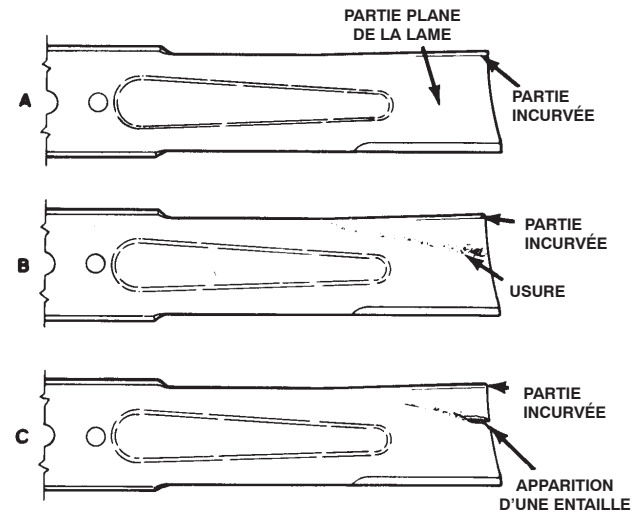

Figure 27
2. Examinez attentivement les tranchants de la lame, particulièrement au point de rencontre des parties plane et incurvée (Fig. 27-A). Le sable et les matières abrasives peuvent éroder le métal à cet endroit, c'est pourquoi il est important de contrôler l'état de la lame avant d'utiliser la machine. Si vous constatez de l'usure (Fig. 27-B), remplacez la lame ; voir Dépose de la lame, page 23.
Si la lame est trop usée, une entaille se forme entre la partie incurvée et la partie plane (Fig. 27-C). La lame risque alors de se briser et un morceau peut être projeté du dessous de la machine, vous blessant grièvement ou une personne à proximité.